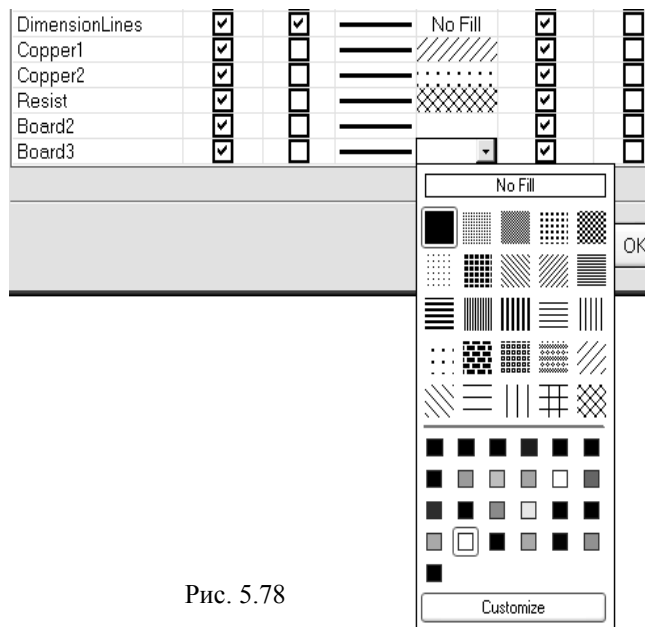

Рис. 5.78
4. Два слоя с именами **Board2** и **Board3**. Для этих слоёв отметьте **Visible**, и **Show Fill**. Дважды щёлкните мышкой в столбце **Fill** и выберите сплошное заполнение (чёрный квадратик в левом верхнем углу выпадающего окошка на рис. 5.78) и белый цвет. Эти слои будем использовать только для наглядного отображения структуры при её трёхмерном представлении из окна топологии схемы. Для создания электромагнитной структуры и анализа они не требуются. Имейте в виду, что слои **Board2** и **Board3** являются только слоями черчения для отображения реальной платы.